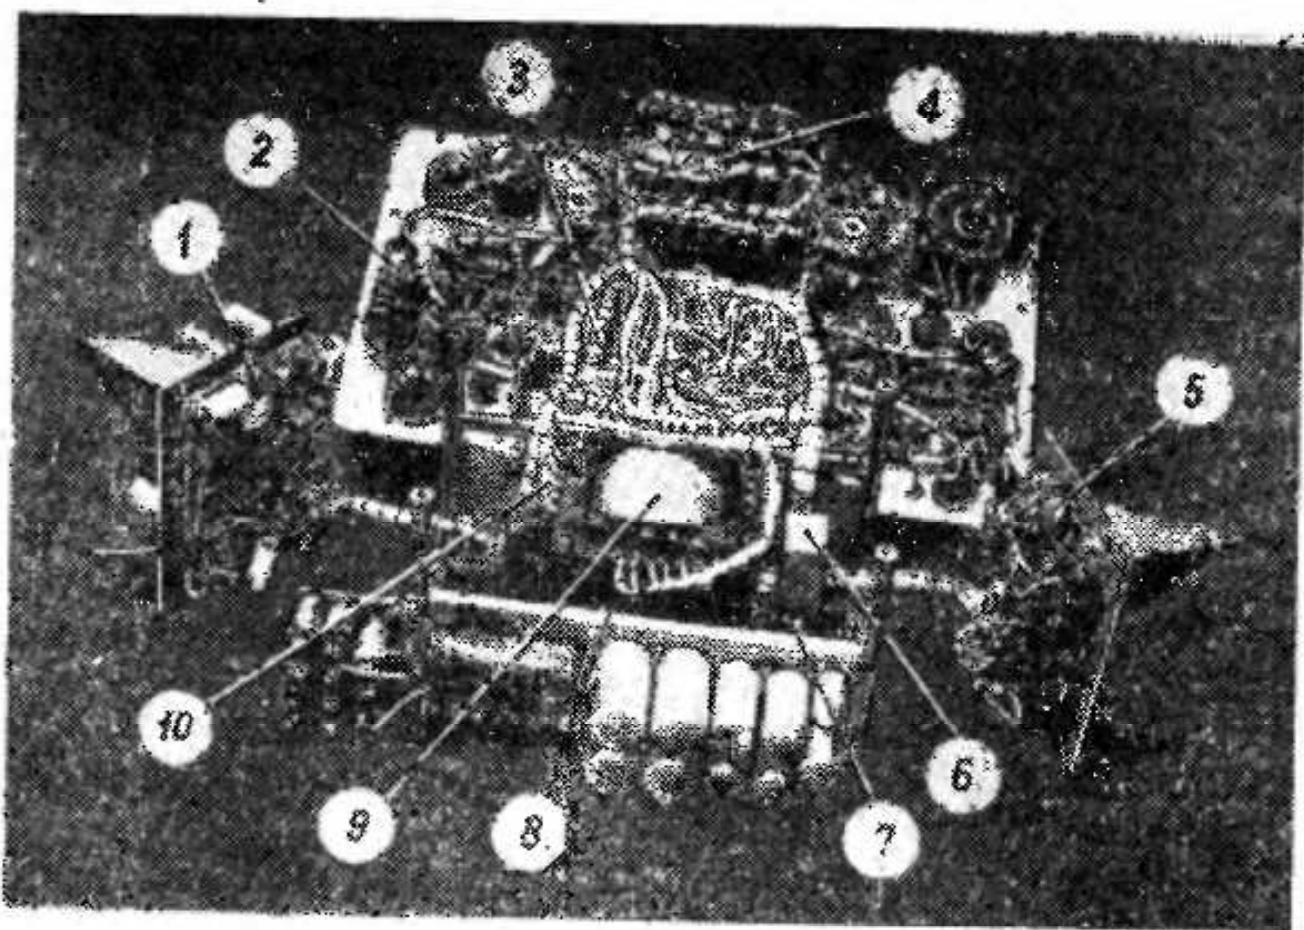

Рис. 2. Общий вид измерителя со снятыми блоками:
4.3. На боковой стенке футляра имеется ручка для переноса измерителя. Конструкция измерителя показана на рис. 2, 3.
4.4. Кроме того, с правой стороны каркаса на блоке электронных стабилизаторов 5 (рис. 2) расположена регулятор (регулятор) «250в» ($R169$) для установки напряжения питания цепей схемы, с передней стороны каркаса на откидной панели находится блок конденсаторов — фильтры источников питания, выпрямитель питания лампового микроамперметра. С левой стороны каркаса на блоке крутизномера и лампового микроамперметра 1 (рис. 2) расположены резисторы (регуляторы) для регулировки выходного напряжения генератора — «амплитуда» ($R157$), регулировки частоты генератора — «ча-